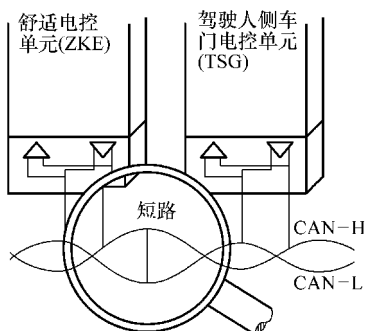
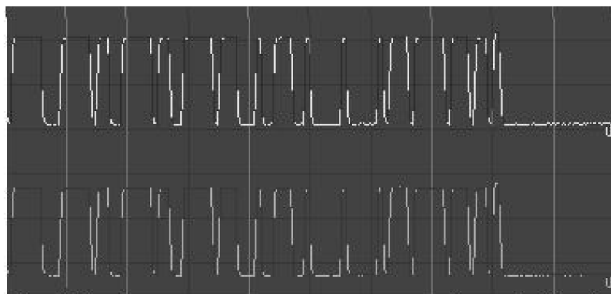

图 10-55 CAN-L 与 CAN-H 短路
图 10-56 CAN-L 与 CAN-H 短路波形
3) CAN-L 与 CAN-H 短路，如图 10-55 所示。CAN-L 与 CAN-H 短接是指 CAN-L 与 CAN-H 上出现短接区域，其故障波形如图 10-56 所示。